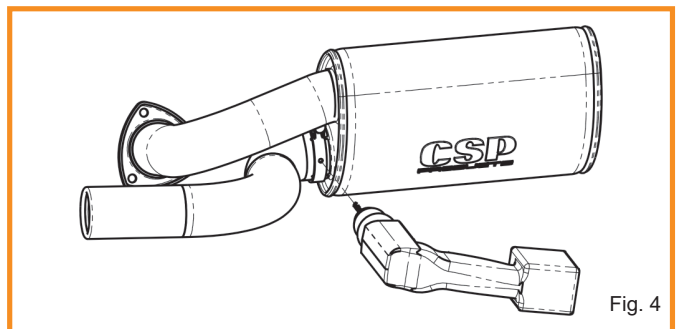

Fig. 4
Now use the supplied 5 mm drill and a drilling machine to drill a hole through the tail pipe and the muffler sleeve. Use the hole in the band clamp as a guide. This hole will secure the tail pipe in place once the band clamp with pivot pin has been installed. (see Fig. 4)
- Bohren Sie nun mit Hilfe einer Handbohrmaschine und dem mitgelieferten Bohrer (5mm) durch das Loch der Bohrschelle. Hiermit ist die Position des Endrohrs bestimmt und gegen Verdrehen gesichert. (siehe Fig. 4)